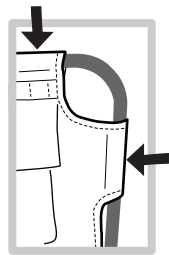

Figura 5
- b. La guaina andrà sulla gamba dritta (Figura 5).